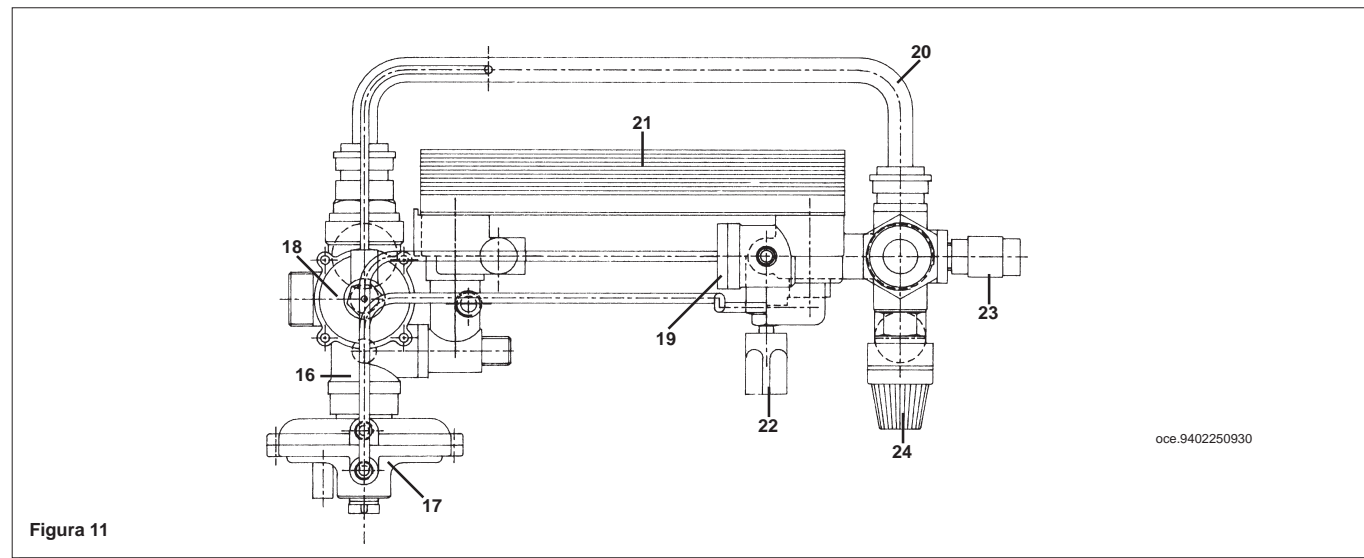

Figura 11
- svuotare l'impianto, se possibile limitatamente alla caldaia, mediante l'apposito rubinetto di scarico (23 figura 11 a pagina 22);
- togliere i due tubetti di collegamento (figura 11 a pagina 22) tra il gruppo precedenza sanitario (17) ed il sensore di flusso (19);
- vaciar la instalación, posiblemente sólo la caldera, por medio del especial grifo de desagüe (23 figura 11 en página 22);
- Quitar los dos tubos de conexión (figura 11 - página 22) entre el grupo de precedencia sanitario (17) y el sensor de flujo (19).
- Desenroscar la tuerca del grupo sensor de flujo (19).